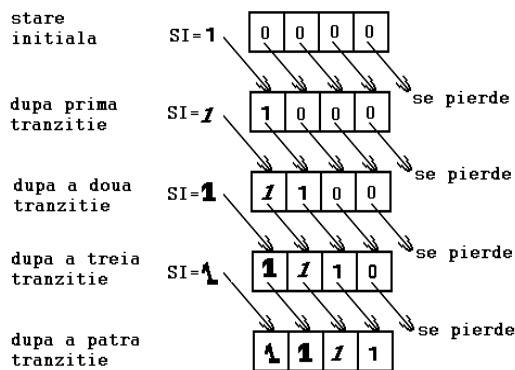

Fig. 3. Exemplu de încărcare serială a unui registru de 4 biți
- încărcarea acestui registru nu se poate face decât în mod serial și necesită 4 perioade de ceas (în fig. 3 se prezintă modul de încărcare serială a informației 1111 într-un registru ce prezenta inițial informația 0000, pentru a putea urmări deplasarea informației în registru au fost utilizate fonturi diferite pentru fiecare bit de intrare);
• **Registru în inel.** Am arătat în fig. 3 că încărcarea serie a unui registru de deplasare se face cu pierderea informației inițiale din registru. Dacă se conectează ieșirea serială la intrarea serie se obține un registru în inel care recirculează la nesfârșit o secvență binară. Secvența dorită poate fi încărcată paralel sau serie, înainte de închiderea legăturii dintre ieșirea serială și intrarea serială.